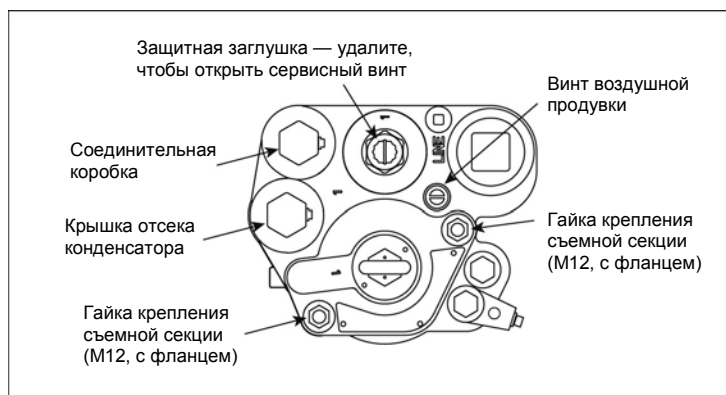

Рисунок 26. Гайки крепления съемной секции
2. Отверните и выбросьте две гайки крепления съемной секции (см. рисунок 26). Пружины на крепежных шпильках между фланцем съемной секции и манифольдом вытолкнут съемную секцию вверх, разъединив уплотнения.
15. Поверните винт воздушной продувки на 2–3 оборота против часовой стрелки (см. рисунок 26).
- Снимите и отложите защитную заглушку сервисного винта и поверните его по часовой стрелке (см. рисунок 26 на стр. 35). Когда винт приблизится к нижнему положению, начнется сброс давления из системы (это можно определить на слух). Продолжайте вращать винт до упора. После того, как винт дойдет вниз до упора, отверните его на 4 оборота, чтобы открыть обратный клапан и дать топливу стечь из полостей манифольда. Продолжайте вращать винт против часовой стрелки, пока не услышите, что обратный клапан встал (опустился) на место.
- Поверните винт воздушной продувки на 2–3 оборота против часовой стрелки (см. рисунок 26).